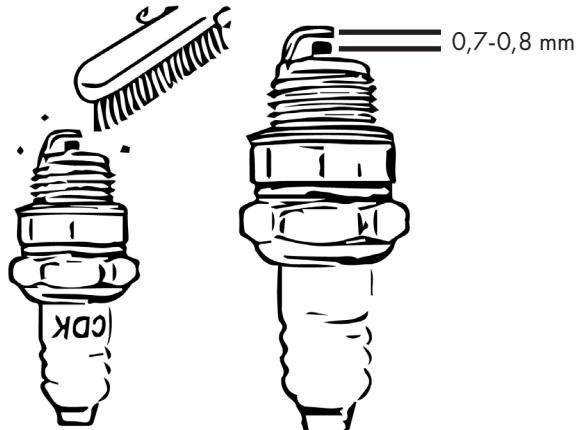

Bild 24
- Avlägsna avlagringar på tändstiftet. Se bild 24.
- Ställ in elektrodavståndet till ett målvärde på 0,7-0,8 mm. Se bild 24.